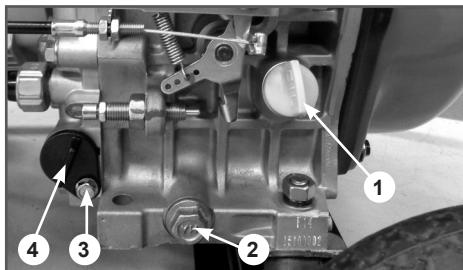

Рис. 18 Замена моторного масла
4. Очистите от загрязнений зону вокруг маслозаливной горловины. Извлеките крышка-щуп (Рис. 18 п. 1) из маслозаливной горловины и протрите его насухо.
5. Открутите пробку для слива масла (Рис. 18 п. 2) и слейте отработанное масло в подготовленную для этого емкость. Для наглядности на Рис. 18 показан двигатель генератора без шумозащитного кожуха.
6. Выкрутите болт фиксации масляного фильтра (Рис. 18 п. 3). Во избежание пролива масла подложите кусок ветоши под масляный фильтр, после чего извлеките его (Рис. 18 п. 4).